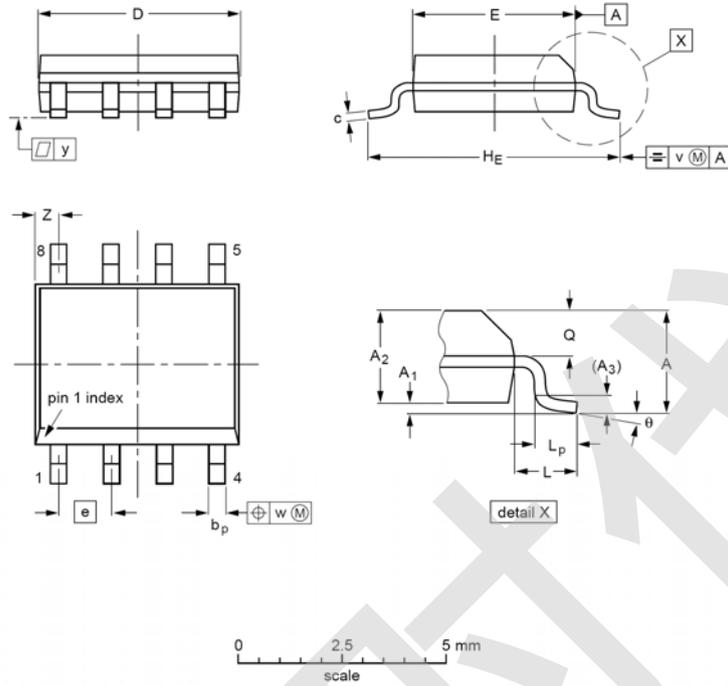

图 21 SO-8
- SOP8——8脚塑料小形封装，片体宽度 3.9mm，管脚间距 1.27mm（50mil），参见图 21。
表 33 图 21 的尺寸说明（英寸数是从毫米尺寸换算出来的）